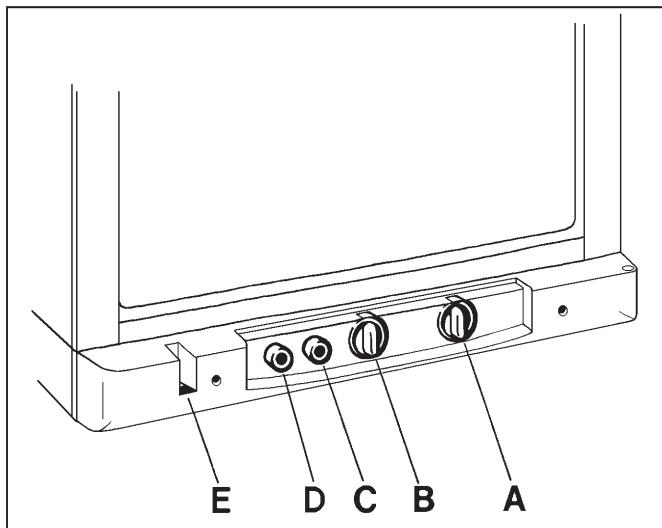

FIG. 1
Kylskåpet kan drivas med antingen 230 V eller gasol. Växling-en mellan dessa sker med hjälp av kontroller, placerade enligt fig. 1.
Alla hänvisningar gäller fig. 1.
Alla hänvisningar gäller fig. 1. Det tar några timmar för kylskåpet att uppnå normal driftstemperatur. Därför är det lämpligt att starta det i god tid och om möjligt lägga in förkylda matvaror. Kylskåpet är termostatreglerat och termostatratten (B) bör normalt ställas in på 3-5. Om högre kyleffekt önskas, ställer man den på ett högre värde.